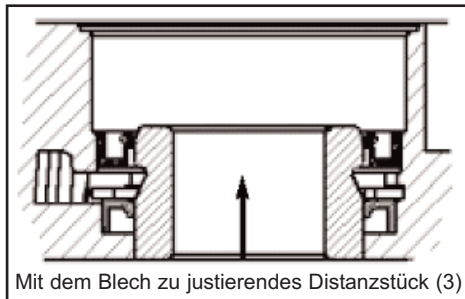

Abb. 21
- Das Distanzstück (3) vom Rotor her durch die beiden Dichtungen führen, bis es auf der gleichen Höhe wie das Blech liegt ; siehe Abb. 21.